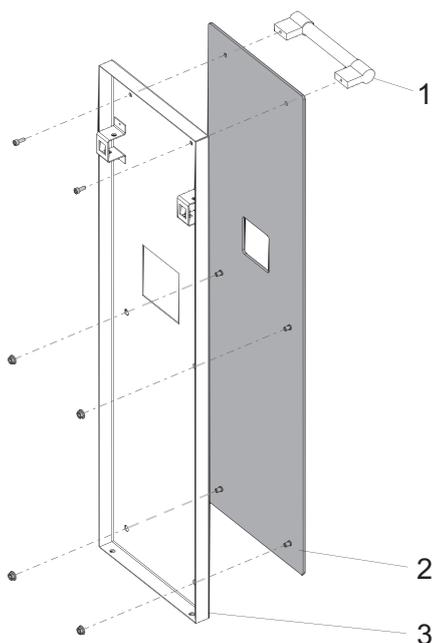

Fig. 3 Montaggio del pannello decorativo
1. Assemblare la VestoWIN e il Modulo Porta Accessori nella configurazione d'installazione desiderata. Regolare l'altezza dei due apparecchi mediante le viti di regolazione (fig. 3). Il montaggio è più facile, se gli apparecchi non sono completamente addossati alla parete.